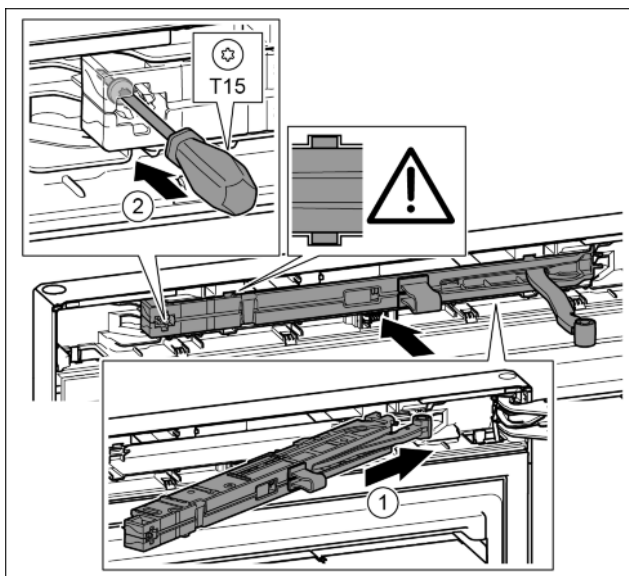

Fig. 41
- ▶ Jednotku tlumiče zavírání na straně stojanu ložiska zasuňte až na doraz šikmo do výklenku. Fig. 41 (1)
- ▶ Šroubovákem T15 pevně utáhněte šroub. Fig. 41 (2)